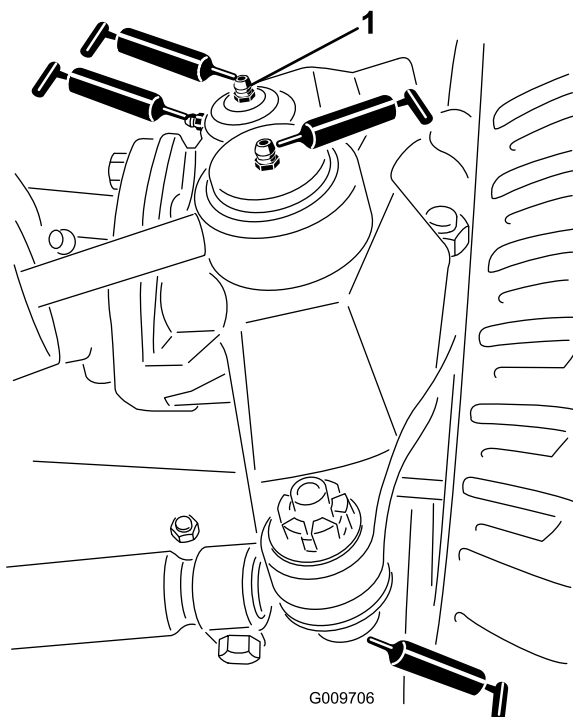

Figura 38
- Giunti a sfera del cilindro di sterzo (2) come illustrato nella Figura 38
- Giunti a sfera del tirante (2) come illustrato nella Figura 38
- Boccole del perno del fuso a snodo (2) come illustrato nella Figura 38